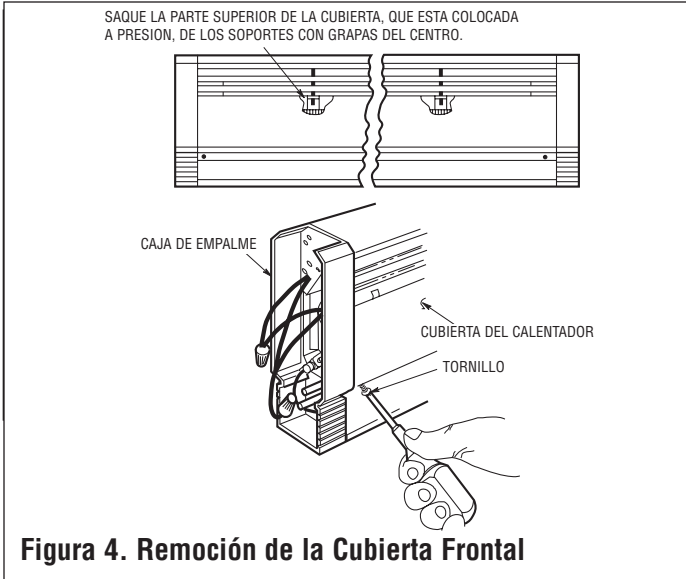

Figura 4. Remoción de la Cubierta Frontal
4. Saque la cubierta frontal del calentador, quitando los tornillos de las esquinas inferiores. Tire de la base de la cubierta hacia afuera y levante la parte superior de ella hasta sacarla de la caja de empalme. Repita esa operación en el extremo opuesto. Saque la parte superior de la cubierta que está colocada a presión, liberándola del soporte central y de los soportes intermedios. Estudie la Figura 4.